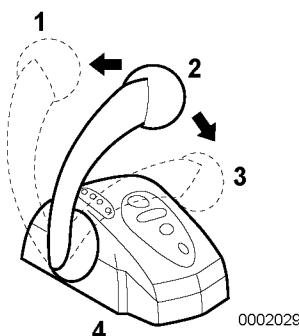

Figura 11
Utilice el mando de control de una palanca (Figura 11, (4)) en el puesto de gobierno para marcha avante (Figura 11, (1)), marcha atrás (Figura 11, (3)), punto muerto (Figura 11, (2)) y control de velocidad en una instalación con un motor.